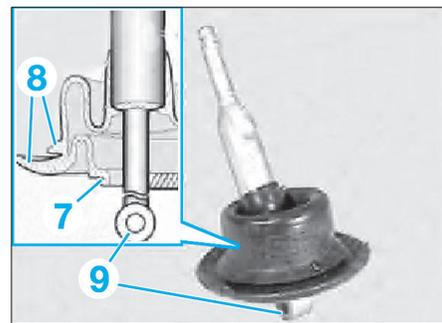

Fig. 21
- Tirer le talon du soufflet (7) par dessus le pot du bras de commande etagrafer les lèvres du soufflet (8) sur le plancher. Faire attention à ce que la flèche située sur la lèvre supérieure du soufflet (8) soit située dans le sens du déplacement et perpendiculaire à l'oeillet (9) du levier de commande (Fig.21).